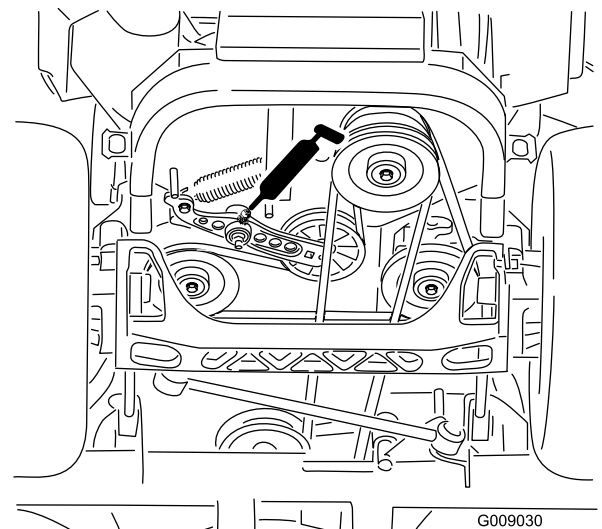

Figura 55
6. Lubrifique os braços intermédios da correia de transmissão (Figura 55).